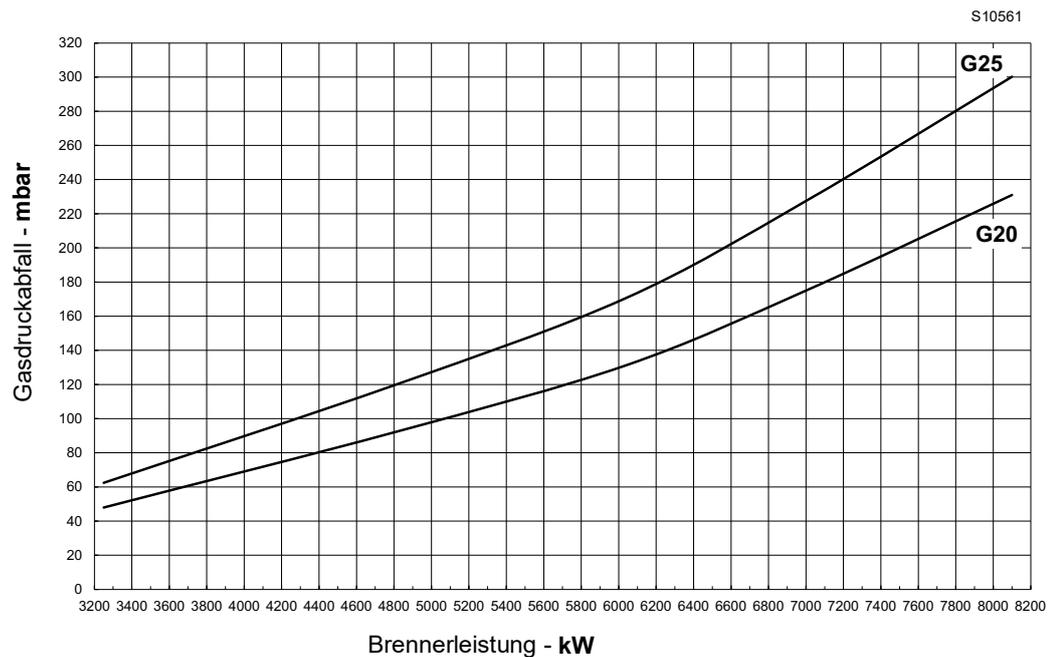

Abb. 24
- Den Wert in mbar eingeben (Abb. 23 - Abb. 24) und die entsprechende Leistung in der Zeile ablesen.